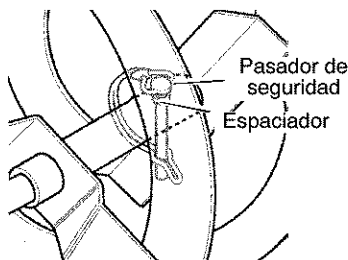

Figura 72
3. Alinee el agujero de la barrena con el agujero del eje de la barrena. Instale el nuevo **pasador de seguridad y espaciador**. Figura 72.